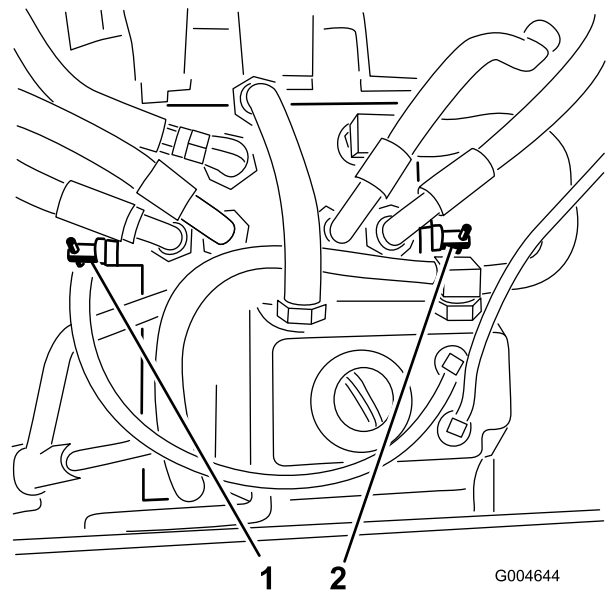

Figura 33
2. Localice las válvulas de desvío (Figura 33) y gire cada válvula de desvío una vuelta en sentido antihorario.
4. Cierre las válvulas girando cada válvula una vuelta en sentido horario (Figura 33).